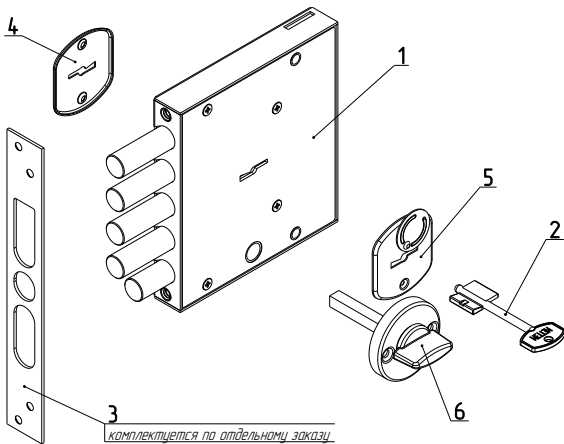

Рис.1
Комплектность замка приведена в таблице и показана на рис. 1.
4.1. Внешний вид и установочные размеры замка показаны на рис.1,2